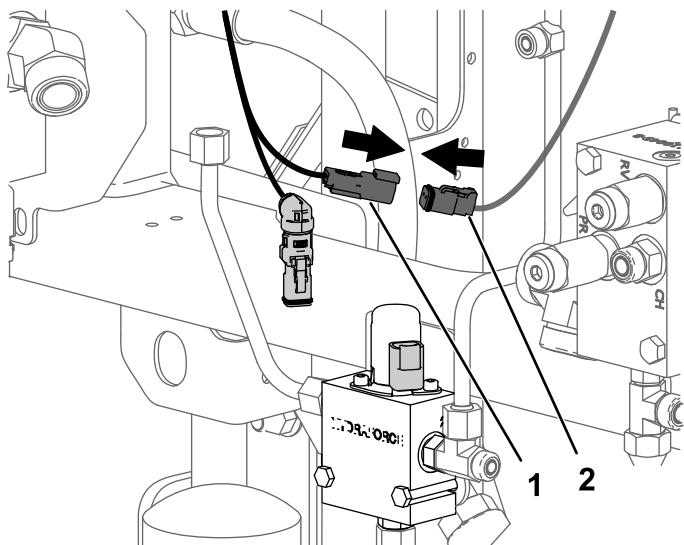

Bild 30
11. Stecken Sie den gerade entfernten Stecker in die freie Buchse am neuen Kabelbaum (Bild 30).